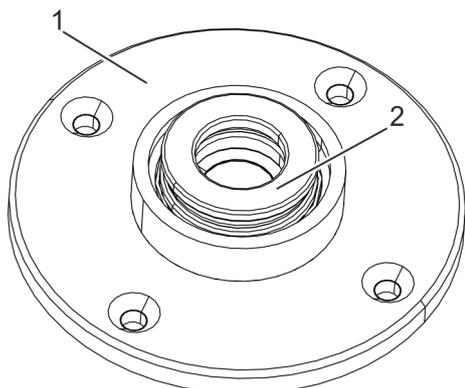

Рис. 75 Нижний подшипник
9. Вставить нижний подшипник (рис. 75/2) в корпус подшипника (рис. 75/1) в соответствии с поставляемыми инструкциями производителя и смазать его.